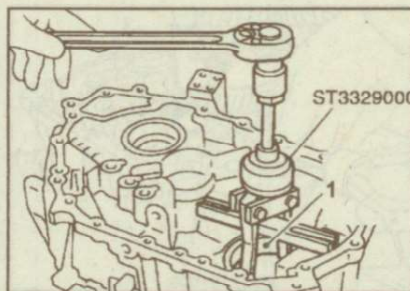

Рис. 9.60. Снятие наружного кольца (1) подшипника дифференциала
31. Специальным инструментом снимите наружное кольцо подшипника дифференциала (рис. 9.60).